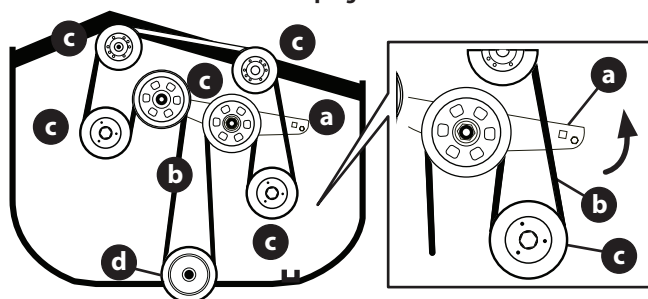

Fig. 35
3. Con una unidad de 1/2" (12,7 mm) en el soporte de la polea loca (a), gire la llave hacia el frente de la cortadora y deslice la correa de la PTO (b) fuera de las poleas de la plataforma (c) y del embrague de la PTO (d) (Fig. 35).